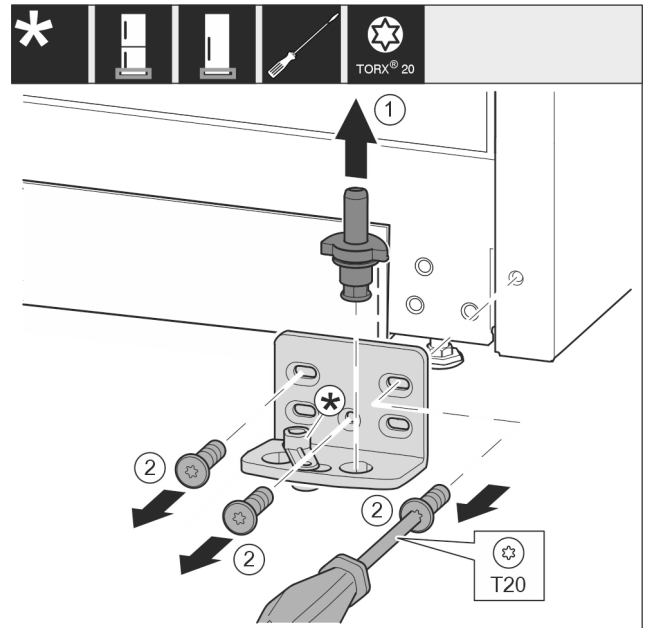

Fig. 12
- ▶ Sortir complètement l'axe de palier par le haut. *Fig. 12 (1)*
- ▶ Desserrer les vis avec le tournevis T20 et enlever le support de palier. *Fig. 12 (2)*